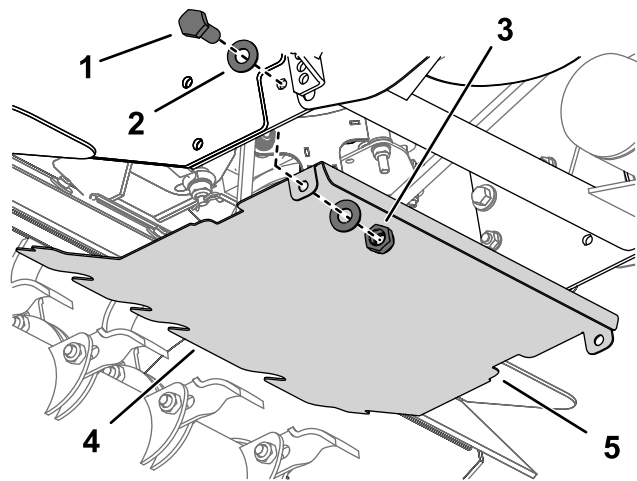

Figura 7
1. Montate le 3 sezioni delle fasce di protezione sul bordo anteriore della protezione per evitare vibrazioni (Figura 7).
- A. Rimuovete il dado, il bullone e le rondelle centrali dal raccordo centrale sul piatto di taglio (Figura 7).
- B. Montate la protezione sul trattorino utilizzando 2 bulloni (M8 x 25 mm), 4 rondelle (M8-17) e 2 dadi di bloccaggio (M8) nel foro inferiore sul telaio del motore (Figura 7).
- C. Fissate la parte anteriore della protezione al piatto di taglio utilizzando il bullone, la rondella e il dado centrali che avete rimosso in precedenza (Figura 7).